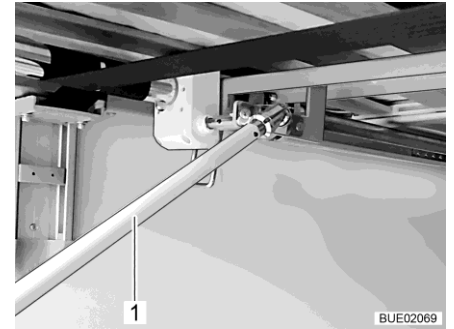

Fig. 143 Manivelle dans le garage arrière
- Pour relever le lit : tourner la manivelle (Fig. 143,1) dans le sens des aiguilles d'une montre.
Pour abaisser le lit : tourner la manivelle (Fig. 143,1) dans le sens inverse des aiguilles d'une montre.